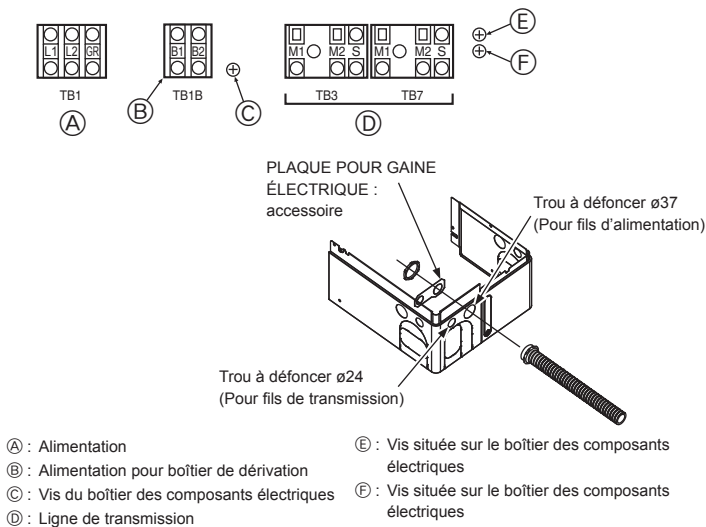

Fig. 7-1
7.2. Boîtier de commande et emplacement pour le raccordement des câbles (Fig. 7-1)